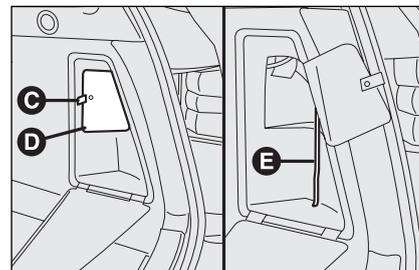

fig. 131
- impugnare la linguetta **C-fig. 131** in modo da aprire il secondo sportello **D**;